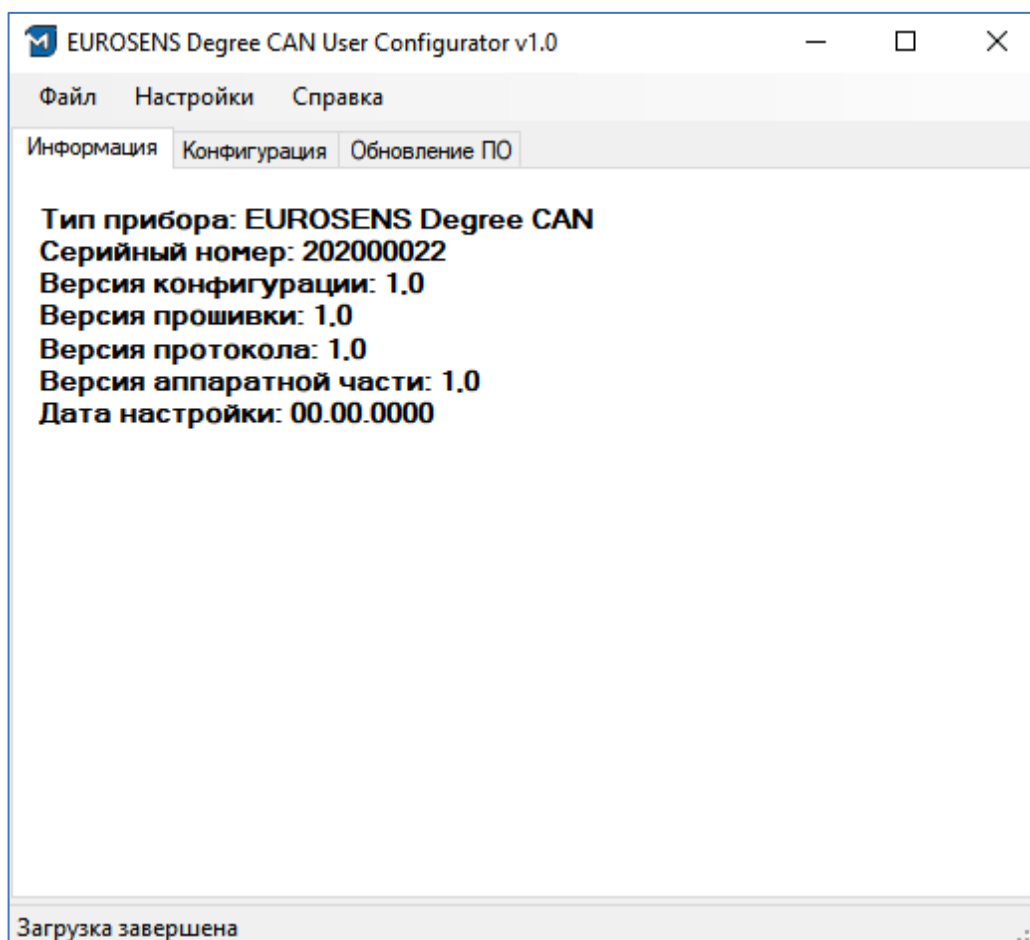

рис. 4.6. Вкладка «Информация»
- Вкладка «**Информация**» (рис. 4.6), в которой указывается тип устройства, серийный номер, версии конфигурации, прошивки, протокола, аппаратной части и дата калибровки датчика.